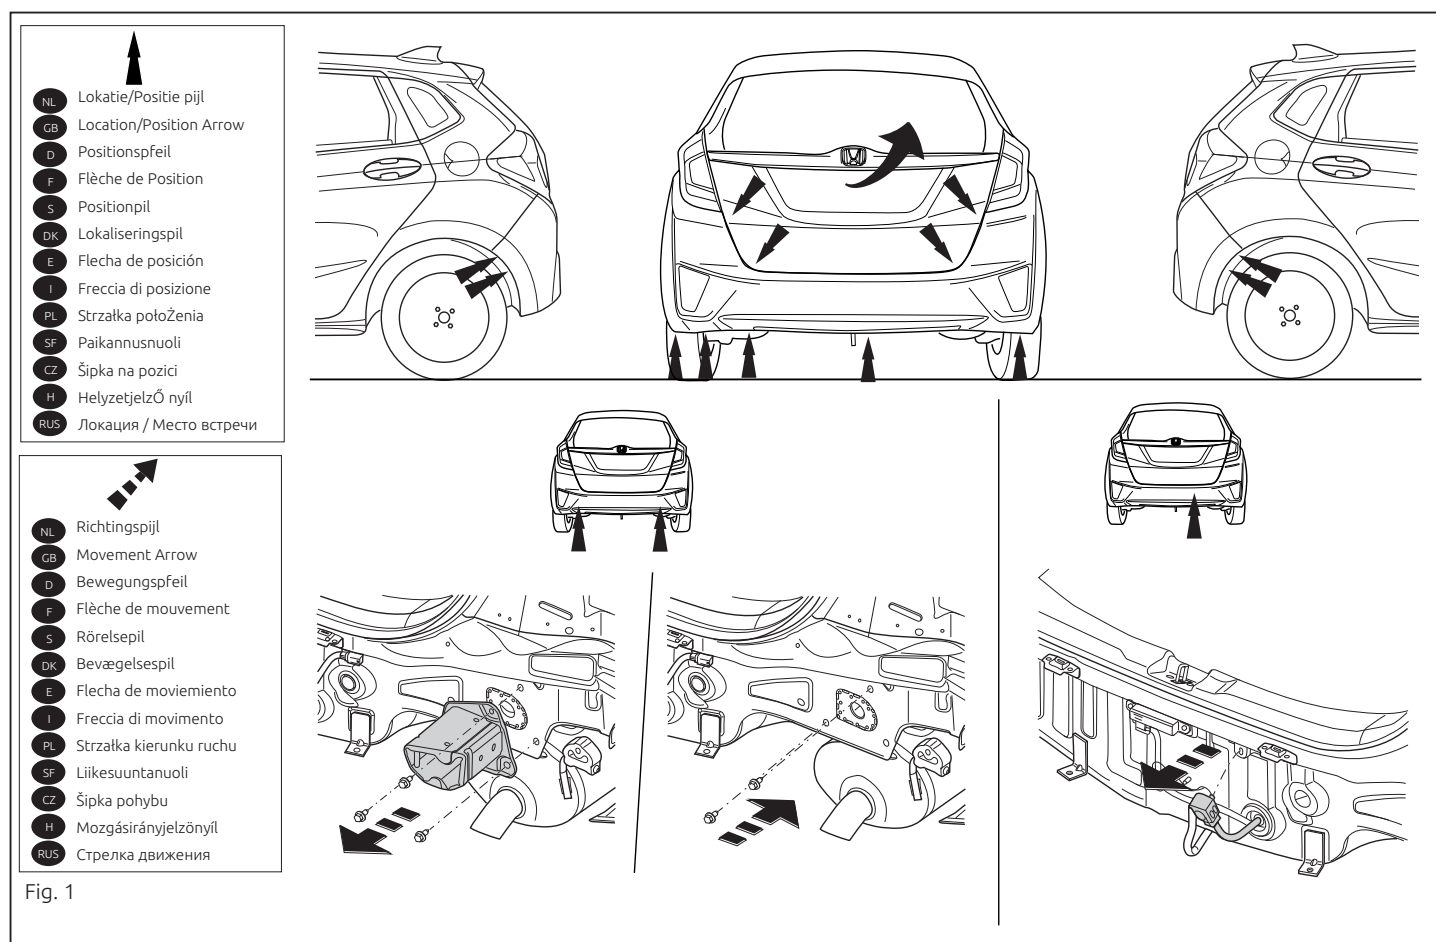

Fig. 1
1. Die Stoßstange abmontieren. Siehe Abbildung 1.
2. Die in Abbildung 1 angegebenen Teile abmontieren.
3. Achtung, wenn vorhanden: Den Sensor abmontieren. Siehe Abbildung 1.
1. Démontez le pare-chocs. Voir la figure 1.
2. Démontez les pièces indiquées sur la figure 1.
3. Attention, si présent : Démontez le capteur. Voir la figure 1.
- 1. Demonter kofangeren. Se fig.1.
- 3. Pas eventuelt på: Demonter sensoren. Se fig.1.